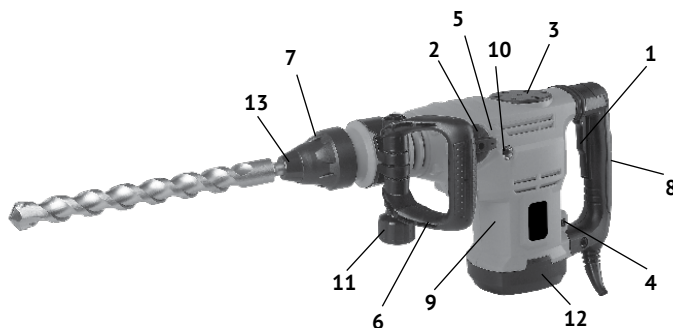

рис. 1
1.3 Основные узлы перфоратора (двигатель, редуктор и ударный механизм) расположены в пластиковом корпусе. Крутящий момент с якоря электродвигателя, расположенного вертикально, через систему шестерён, передаётся на вал с патроном SDS – тах (рис.1 поз.7), расположенный перпендикулярно оси двигателя. Кривошипно-шатунный механизм приводит в действие ударный узел перфоратора. В зависимости от вида выполняемой работы, в патрон SDS – тах вставляется необходимая насадка (пика, долото, сверло) с соответствующим хвостовиком. Дополнительная рукоятка передняя (рис.1 поз.6) хомутом крепится на передней, цилиндрической части корпуса. Фиксируется рукоятка гайкой (рис.1 поз.10), в любом положении (от 0° до 360°), что удобно пользователю, как «правше», так и «левше».
1.4 Клавиша выключателя (рис.1 поз.1) расположена в передней части рукоятки (рис.1 поз.8), крепящейся к корпусу перфоратора (рис.1 поз.9). При необходимости, к
корпусу перфоратора можно прикрутить боковую рукоятку (рис.1 поз.10), справа или слева.
Сверху, на корпусе редуктора расположено окно смазки редуктора, закрытое крышкой (рис.1 поз.3). Перед каждым использованием инструмента, ключом (входит в комплект поставки) отвернуть крышку, проверить наличие смазки на кривошипно-шатунном механизме, при необходимости добавить из ёмкости, входящей в комплект.
Слева на корпусе редуктора расположен переключатель режимов работы (рис.1 поз.2). Он фиксируется в одном из трёх положений, отмеченных символами: «сверло с молотком» - сверление с ударом, «молоток» - долбление (без вращения) и символ «кружок» - стопор ствола. Нажав фиксатор (рис.1 поз.5) в торце ручки переключателя, поворотом ручки со стрелкой, совместить с нужным символом. Достигнув нужного положения, фиксатор возвращается в исходное положение, закрепляя ручку в выбранном положении.
В нижней части корпуса, со стороны рукоятки, расположен диск регулятора оборотов двигателя (рис.1 поз.4). Он регулирует скорость вращения и частоту ударов рабочего инструмента.
Общий вид перфоратора представлен на рис. 1
При замене рабочих насадок следите за тем, чтобы колпачок (рис.1 поз.13), защищающий патрон от попадания пыли, не был повреждён.
- вращением гайки-фиксатора, ослабить хомут передней рукоятки (рис.1 поз.6);
- установить хомут на цилиндрическую часть корпуса перфоратора перед патроном (рис.1 поз.9);
Боковая дополнительная рукоятка, при необходимости, прикручивается в одно из двух отверстий (рис.1 поз.10) корпуса перфоратора.
В зависимости от обрабатываемого материала и установленного рабочего инструмента, регулятором (рис.1 поз.4) устанавливается необходимое число оборотов (частота ударов) инструмента.
- при работе в режиме сверление с ударом, и переключатель (рис.1 поз.2) в положении «сверло с молотком»;
- при работе в режиме долбление, переключатель (рис.1 поз.2) в положении «молоток».
- при замене насадок в патроне переключатель (рис.1 поз.2) в положение «кружок» - стопор ствола патрона.
3.2 Для замены щёток необходимо открутить крышку корпуса двигателя (рис.1 поз.12). Щётки следует заменять парой для обеспечения равной степени их давления на коллектор якоря.